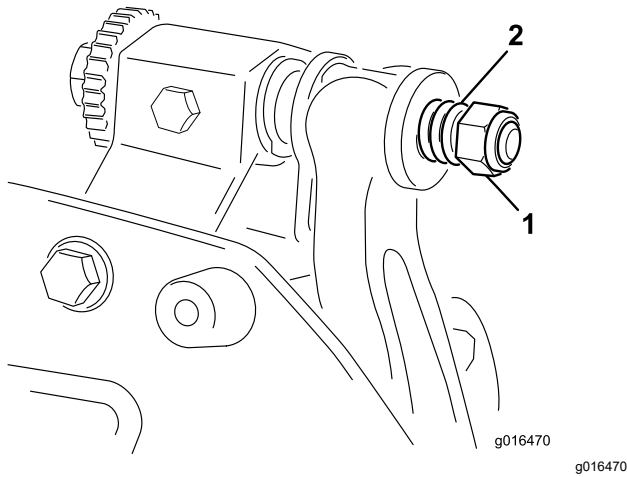

Figura 27
6. Aperte a porca da mola tensora até que a mola fique recolhida; em seguida, desaperte meia volta (Figura 27).